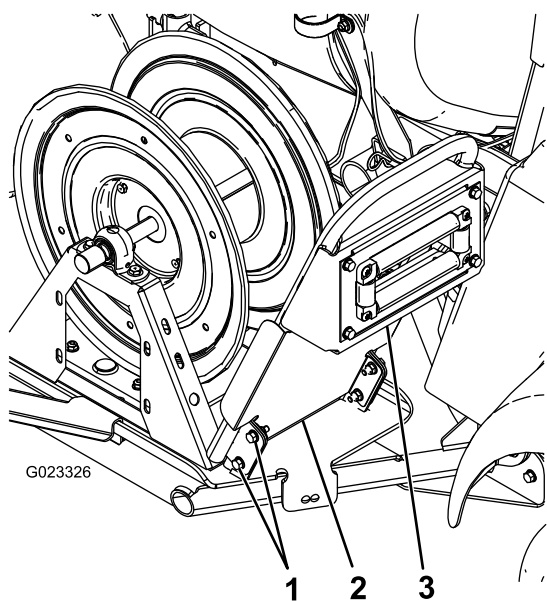

Bild 11
5. Befestigen Sie den Griff mit vier Schrauben (5/16") lose an der Schwenkplatte (**Bild 11**).
6. Befestigen Sie den Schmutzfänger und Griff mit den in Schritt 5 angebrachten Schrauben und vier Bundmuttern (5/16") an der Schwenkplatte (**Bild 11**).